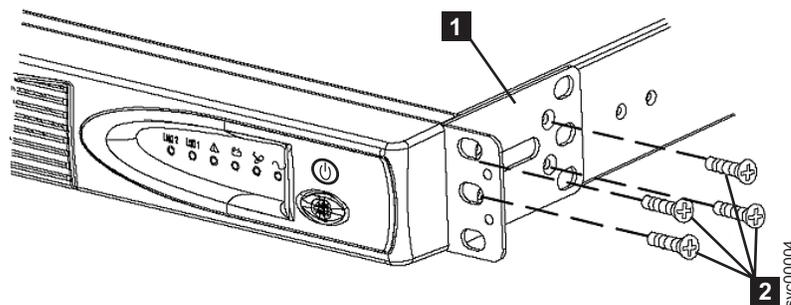

図 18. 2145 UPS-1U用サポート・レールのラックへの取り付け
3. 図 18 に示されるように、取り付けブラケットごとに 4 つの M3 × 6 ねじ **2** を使用して、取り付けブラケット **1** の長い側を 2145 UPS-1Uの各側面に取り付けます。